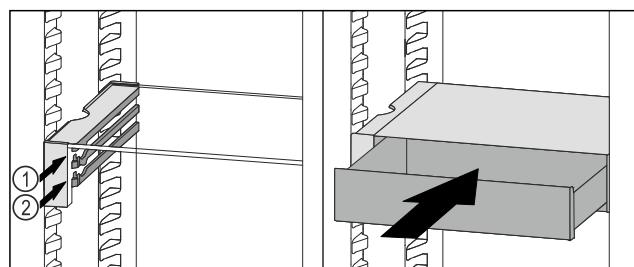

Fig. 130
- Установите выдвижной ящик VarioSafe за стопоры на требуемый выступ Fig. 130 (1) или Fig. 130 (2).